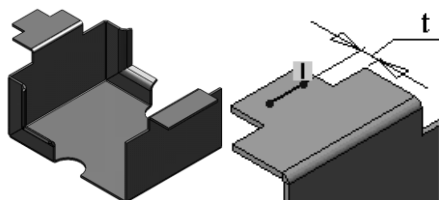

Рисунок 3.14
1. На панелі інструментів «Листовой металл» → оберіть верхню грань виступу → оберіть **Нарисованные линии сгибов** → накресліть горизонтальну лінію будь-якої довжини. Нанесіть розміри, відповідно до рис. 3.14. → ОК.